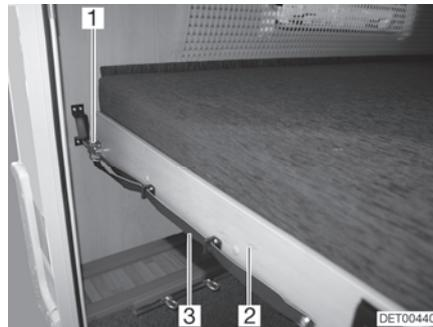

Fig. 64 Litera (parte trasera)
- Tirar del lazo (Fig. 64,3) y soltar el pestillo (Fig. 64,1).
- Tirar el somier (Fig. 64,2) junto con el colchón hacia delante hasta que engatille.